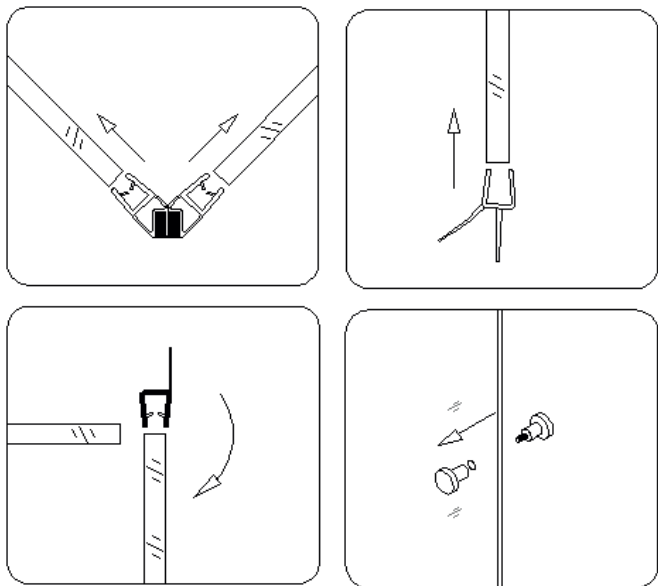
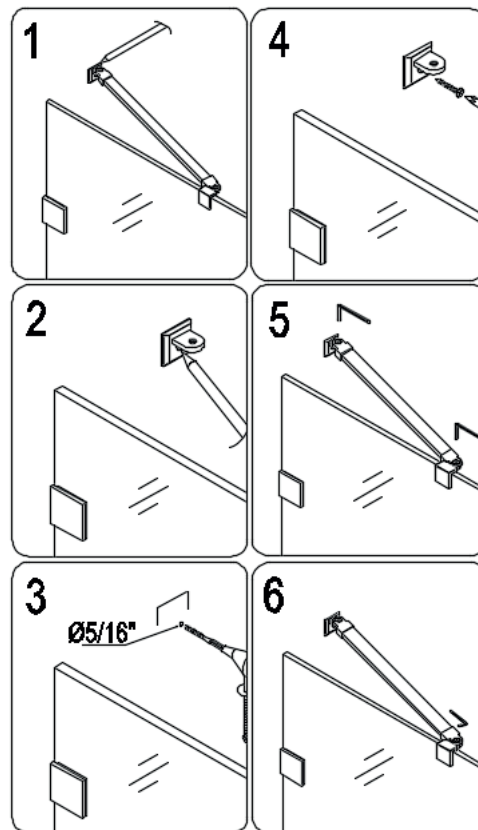

Рис. 9
Рис. 10
6. Прижмите **Магнитную ленту (17)** вдоль стеклянной двери и на большее стационарное стекло. Прикрепите **Боковую водозащитную ленту (18)** на край стеклянной двери, а затем прижмите **Нижнюю водозащитную ленту (19)** по нижнему краю стеклянной двери. И, наконец, прикрепите ручку на стеклянную дверь. См. Рис. 9. Установите верхние крепления См. Рис. 10